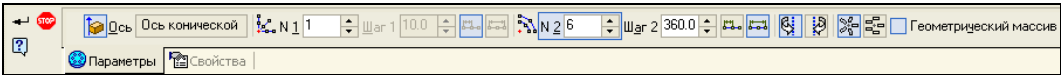

Рис. 25.20. Панель свойств: Массив по концентрической сетке
- ◆ на панели инструментов **Редактирование детали** щелкните ЛК по кнопке **Массив по концентрической сетке**. Появилась Панель свойств: Массив по концентрической сетке с двумя вкладками: **Параметры** (рис. 25.20) и **Свойства**. Элементы управления вкладок представлены в табл. 25.3;